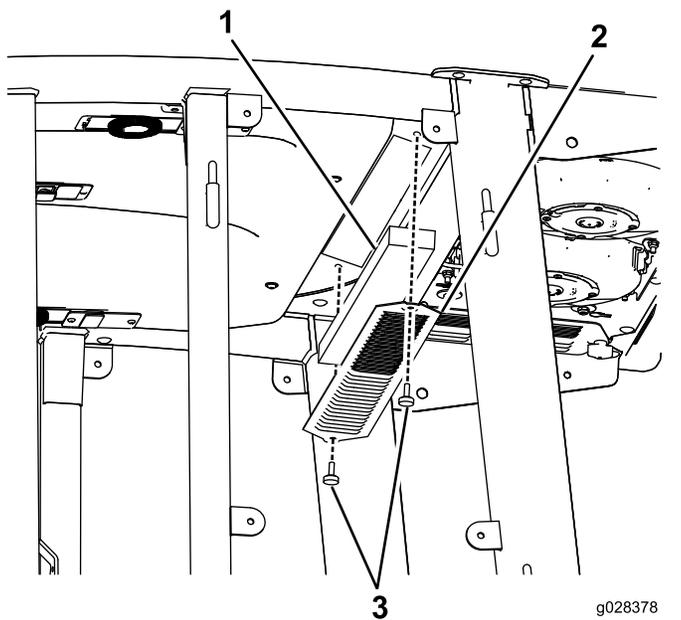
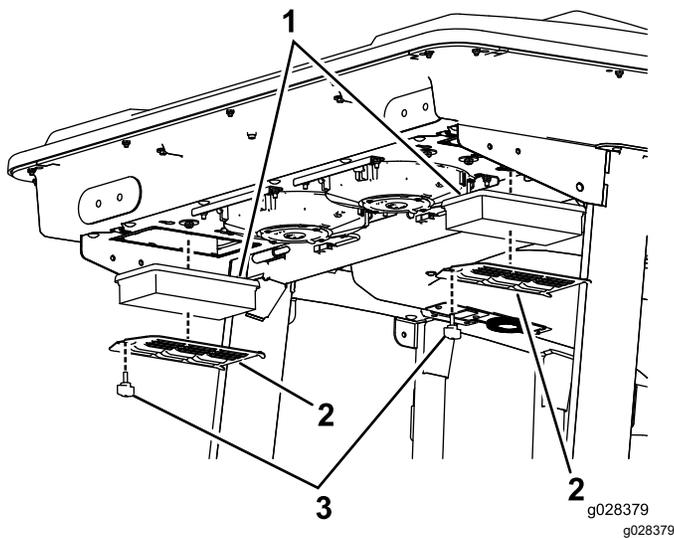

Figura 102
Figura 103
- Retire los tornillos y las rejillas que cubren el filtro interior y el trasero de la cabina (Figura 102 y Figura 103).